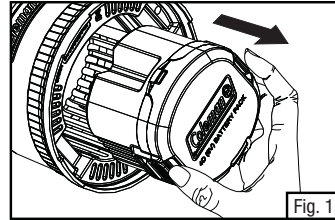

Fig. 1
- With product off, locate the power source and press the two release tabs to remove the battery pack. (Fig. 1)
- L'appareil étant éteint, repérez le bloc-piles puis pressez ses deux pattes de dégagement afin de pouvoir le sortir. (Fig. 1)